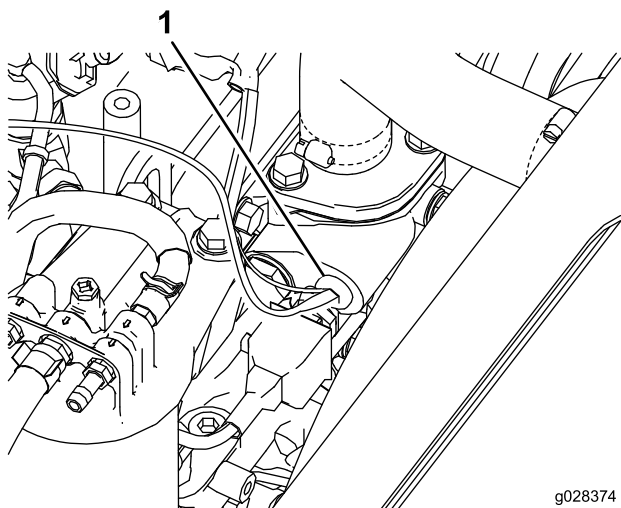

図 20
2. エンジンのサーモスタットハウジング左側のサーモスイッチの配線を外してスイッチを取り外す 図 20。